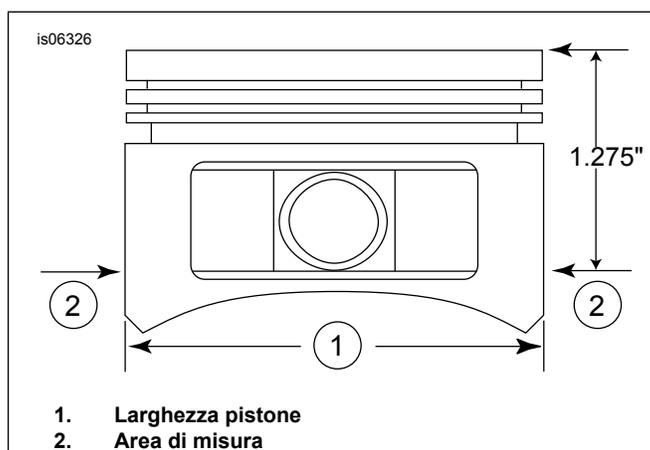

Figura 2. Misure pistone
5. Vedere la figura 2. Misurare la larghezza del pistone (1), 90 gradi orizzontalmente da entrambi i lati del foro dello spinotto del pistone e 32 mm (1.275 in) verso il basso, a partire dalla superficie del piano (superiore) del pistone (2). Per l'accoppiamento cilindro-pistone in questo punto, vedere Tabella 11.